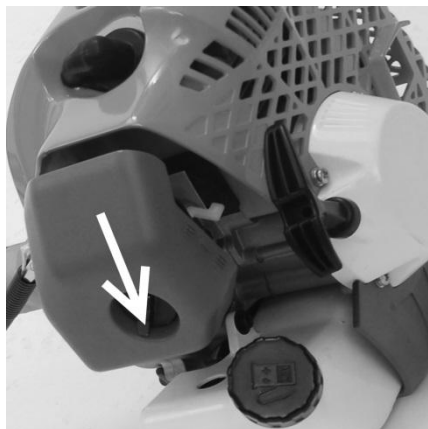

Рисунок 13
6.1.1 Снимите кожух защиты воздушного фильтра сняв фиксатор (рис. 13).